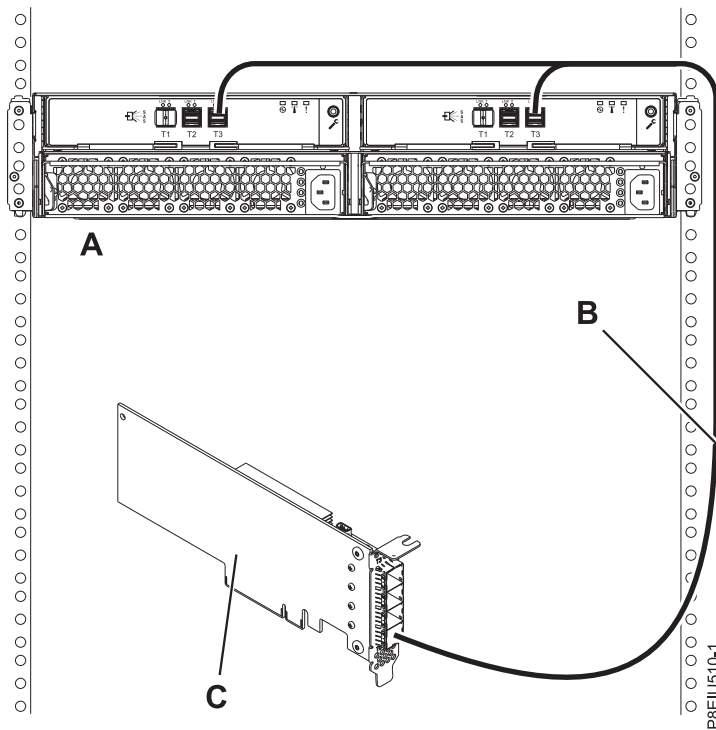

図 14. 単一 FC EJ0J SAS アダプターまたは FC EJ0M SAS アダプターへの YO12 ケーブルを使用した、1 台の ESLL ストレージ・エンクロージャーまたは ESLS ストレージ・エンクロージャーのモード 1 接続
14. 図 14 に示すように、YO12 ケーブル (B) を使用して単一 FC EJ0J アダプターまたは FC EJ0M SAS アダプター (C)への 1 台のエンクロージャー (A) のモード 1 接続を実行してから、24 ページの『ケーブルと電源コードの接続およびカバーの取り付け』に進みます。